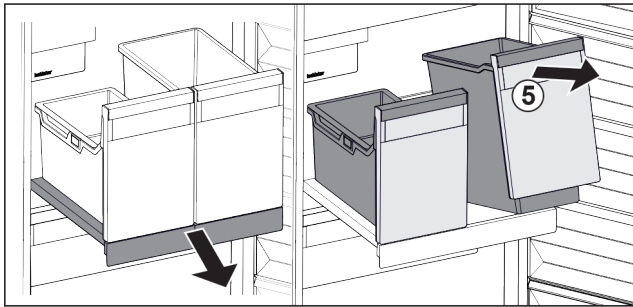

Fig. 25
- ▶ Soulever les bacs Fig. 25 (5) par l'avant.